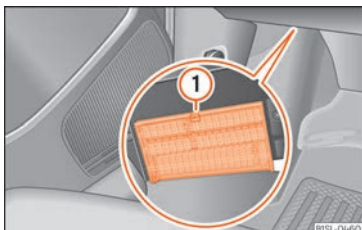

Abb. 45 Unterhalb der Instrumententafel auf der Fahrerseite: Abdeckung des Sicherungskastens.
- **Öffnen:** Verriegelungshebel »» **Abb. 45** ① drücken, bis sich die Abdeckung öffnen lässt. Abdeckung nach unten aufklappen.
- **Schließen:** Abdeckung entgegen der Pfeilrichtung nach oben klappen, bis diese hörbar in den Verriegelungshebel ① einrastet.